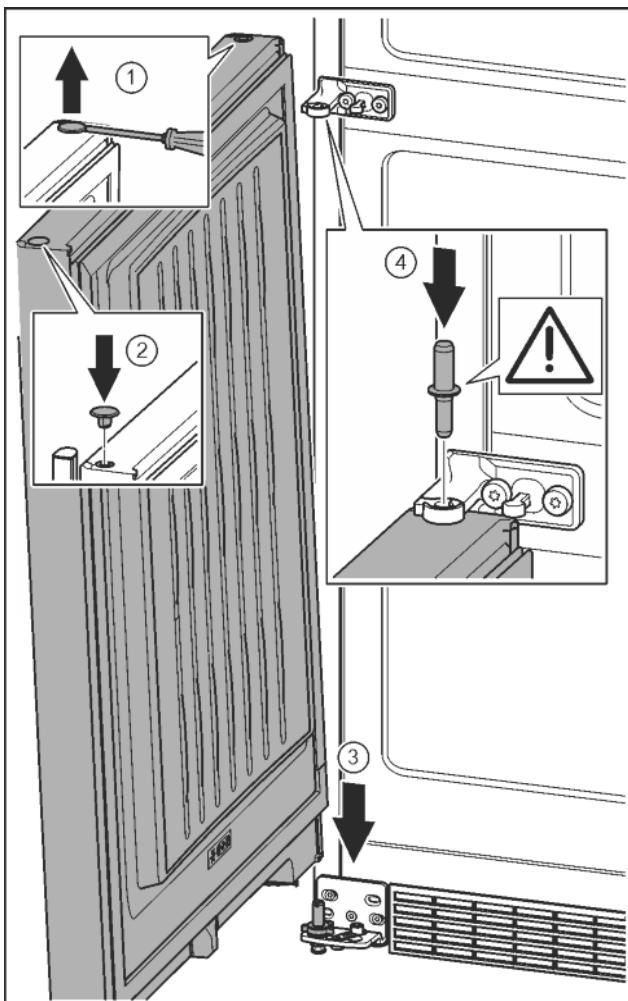

Fig. 23
- Odvijačem s ravnom glavom oprezno podignite čep i izvadite ga. *Fig. 23 (1)*
- Ponovo umetnite čep na drugoj strani vrata. *Fig. 23 (2)*
- Stavite vrata odozgo na donji svornjak ležaja. *Fig. 23 (3)*
- Umetnute srednji svornjak ležaja kroz srednji podložak ležaja u donja vrata. Pri tome pazite da je ispuštenje za blokiranje okrenuto prema otraga. *Fig. 23 (4)*